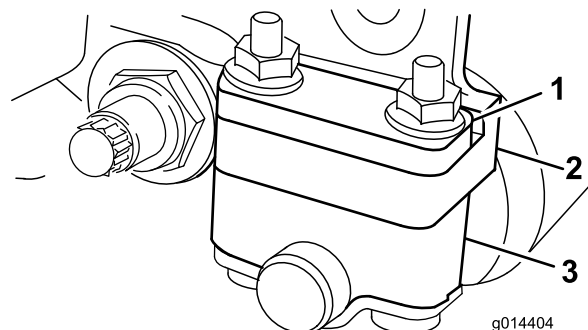
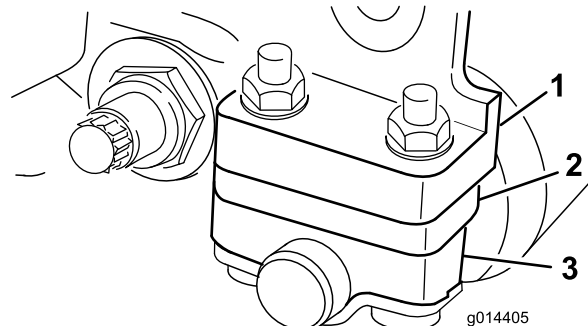

Рисунок 6
Рисунок 7
1. Отрегулируйте высоту положения кронштейнов заднего валика (Рисунок 6 или Рисунок 7) в соответствии с желаемым диапазоном высоты скашивания.
Для диапазона регулирования высоты скашивания от 1,6 до 6 мм смонтируйте прокладку поверх бокового монтажного фланца (заводская настройка) (Рисунок 6).
Для диапазона регулирования высоты скашивания от 3 до 25 мм установите прокладку снизу бокового монтажного фланца (Рисунок 7).